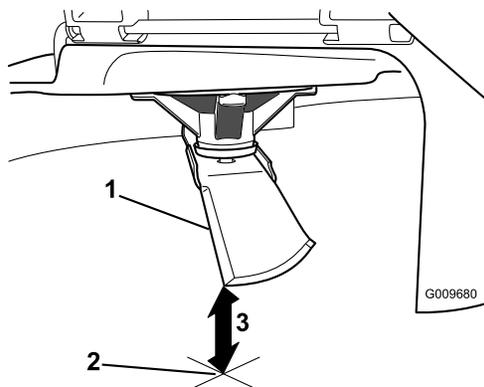

Figura 49
- Misurate dalla punta della lama alla superficie piana (Figura 49).